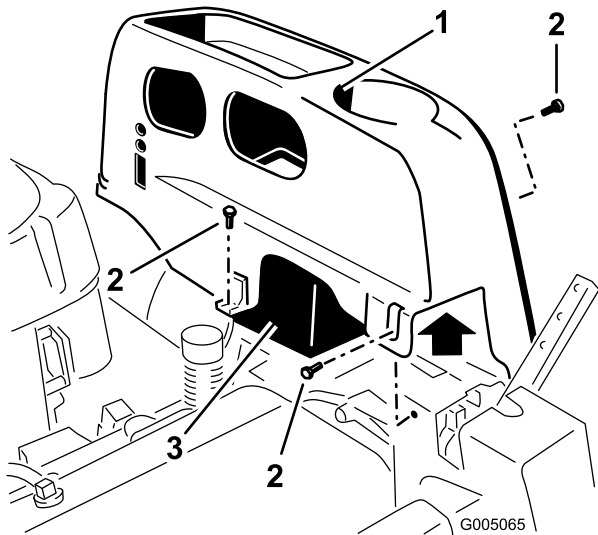

Figure 27
2. Enlevez les vis à tête TORX® (T25) qui fixent le couvercle gauche au châssis, comme illustré à la Figure 27.